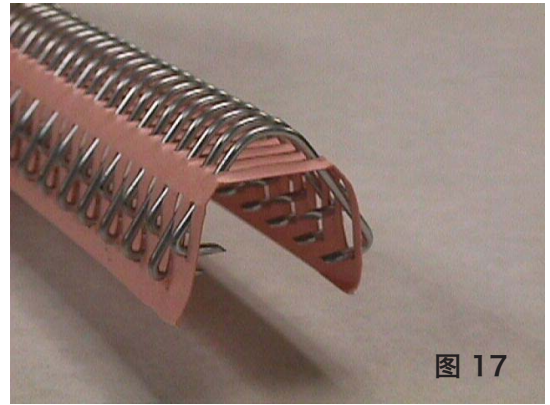

图 17
6. 将输送带平直向上拉，从机器中拉出。取下时，请勿扭动输送带。如果使用图 17 所示的卡纸式线钩，请在此时将纸取出。